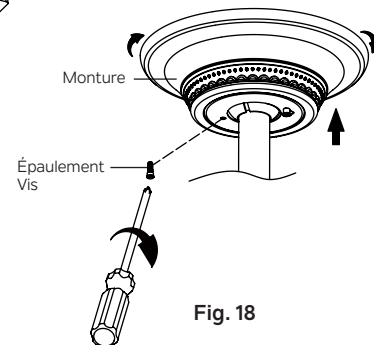

Fig. 18
Étape 2. Assemblez l'auvent en tournant la fente de la clé dans l'auvent sur la vis à épaulement dans le support de montage. Réinstallez la vis à épaulement précédemment retirée, puis resserrez fermement les deux vis à épaulement. (Fig. 18)